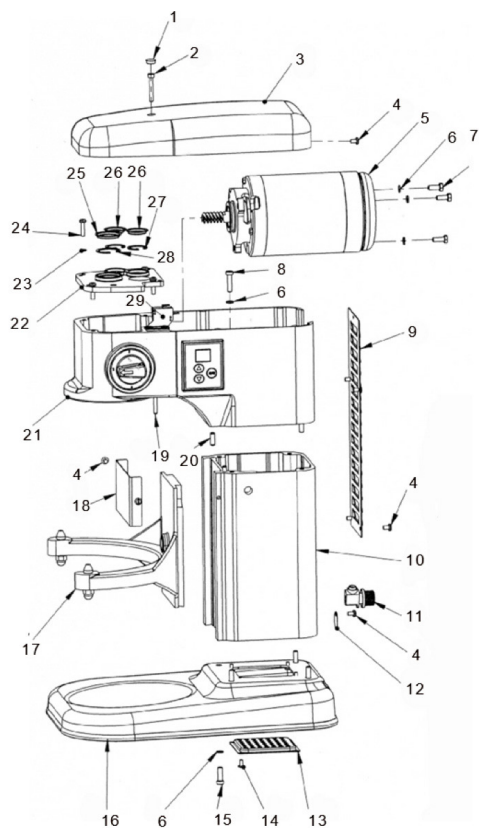

Fig. 1 Corps principal de l'appareil
- Corps principal de l'appareil (Fig. 1) ;
## Liste de pièces sur la Fig. 1